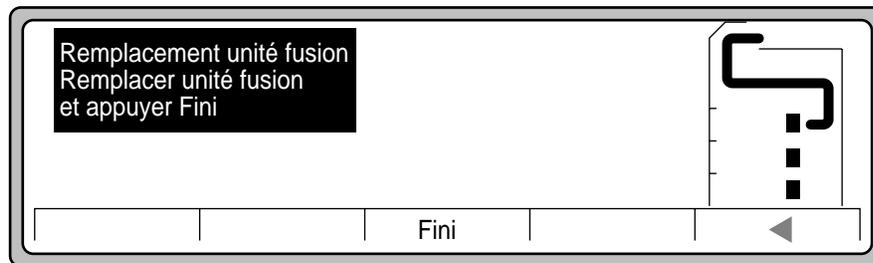

Figure 4-33 Instructions relatives à l'unité de fusion
6. Appuyez sur Sélection pour afficher les instructions relatives à l'unité de fusion, comme illustré à la Figure 4-33.